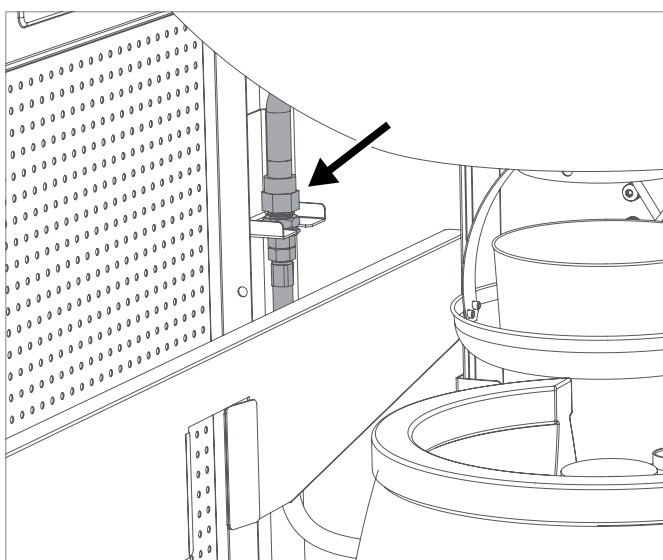

Fig. 2A
2. Abra a alimentação de gás na botija e, utilizando uma solução saponácea constituída por 50 % de sabão líquido e 50 % de água, pincele todas as peças condutoras de gás (a ligação na botija de gás/o regulador da pressão de gás/o tubo de gás/a entrada de gás/a ligação na válvula). Também é possível utilizar um spray detetor de fugas. **(veja as figs. 2A e 2B)**